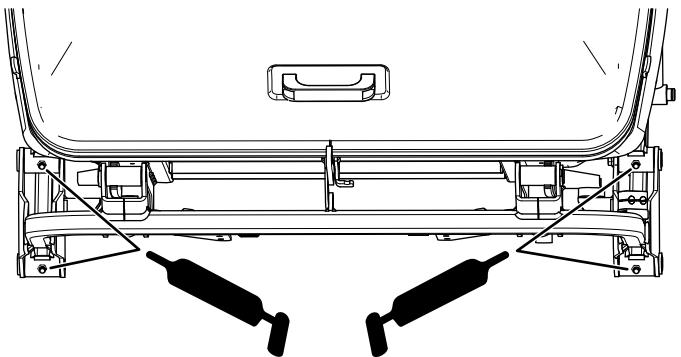

Bild 49
- Fangboxarme, unten, hinten (Bild 49)